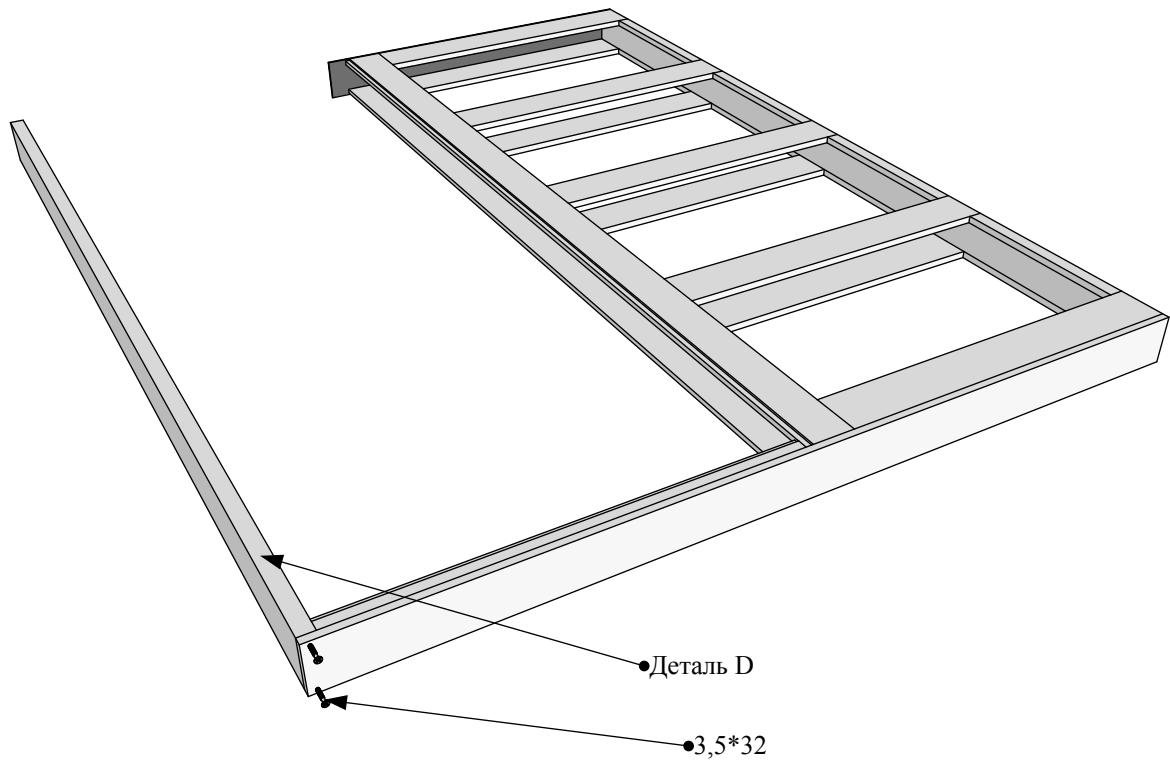

Рисунок 16
4.7 Установить ответный столб (деталь D) и закрепить саморезами 3,5*32 (Рис. 16). Если верхний элемент толщиной 30 мм , то закрепить саморезами 3,5*55